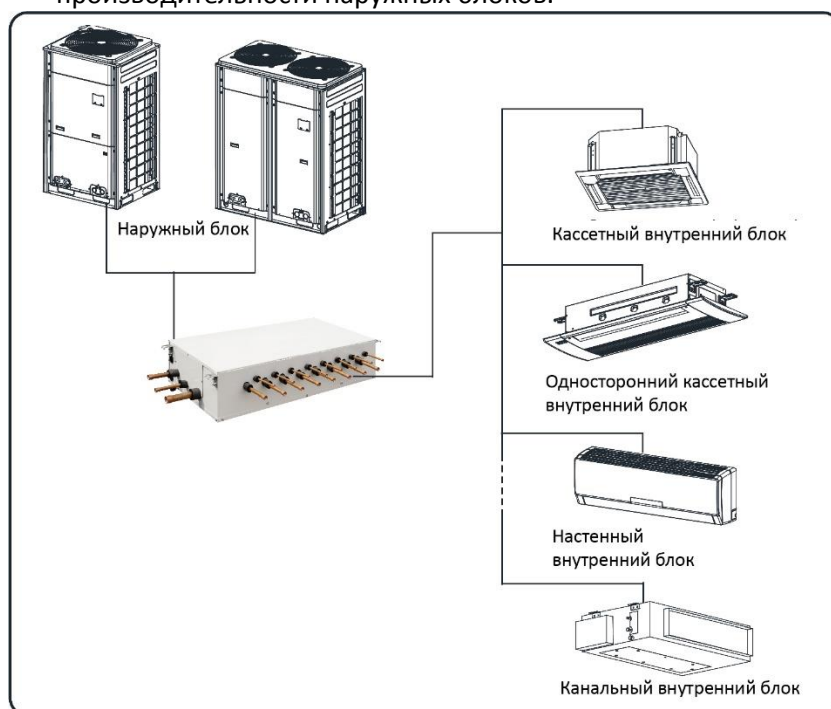

Рис. 2.3.1
(3) К наружным блокам систем DC Inverter VRF с рекуперацией тепла можно подключать внутренние блоки multi VRF, включая кассетные, односторонние кассетные, настенные и канальные блоки, как показано на рис. 2.3.1. Когда любой внутренний блок получает команду работы, наружный блок включится и начнет работу в соответствии с требуемой нагрузкой. Если все внутренние блоки остановятся, наружный блок тоже прекратит работу. Необходимо учесть, что наружный блок нельзя подключать напрямую ко внутреннему блоку. Между наружным и внутренним блоком необходимо предусмотреть переключатель режимов теплового насоса.